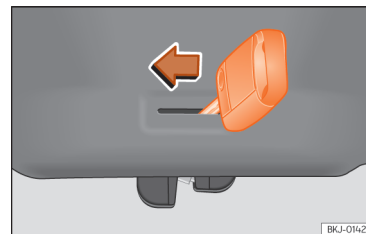

Fig. 56 Pormenor da bagageira: destrancagem de emergência.
- Introduza o palheta da chave na ranhura e desloque a chave no sentido da seta até que a fechadura desbloqueie »» Fig. 56.